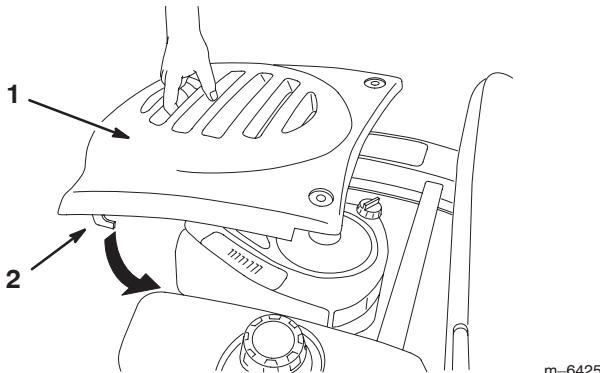

Figure 17
- Pour mettre le capot en place, engagez les crochets dans les fentes et poussez le capot en avant (Fig. 17).